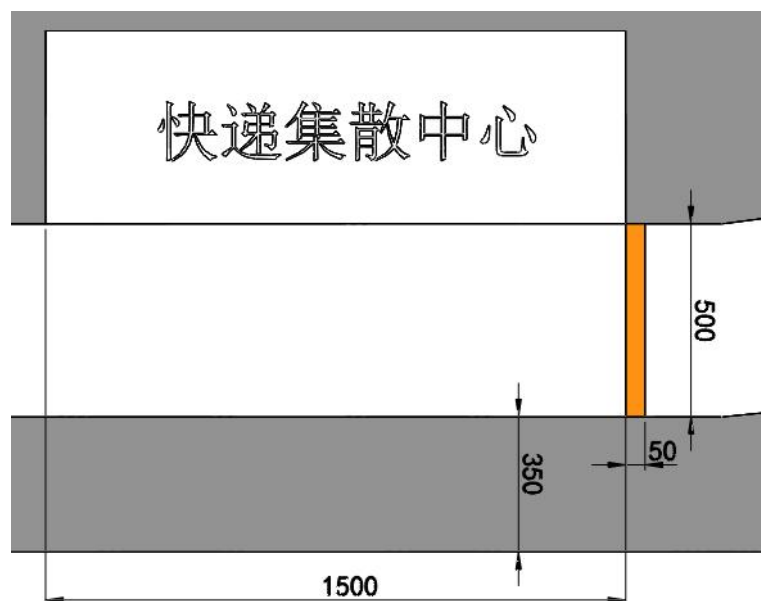

图 13 终点示意图（单位：mm）
4.终点示意图：如图 13 所示，快递集散中心一侧的赛道上设有橙色色带，尺寸为  $500\text{mm} \times 50\text{mm}$ 。